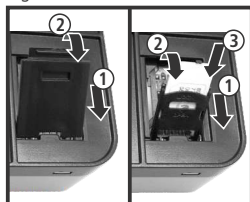

Figura 3
- Montar la antena suministrada (figura 3).